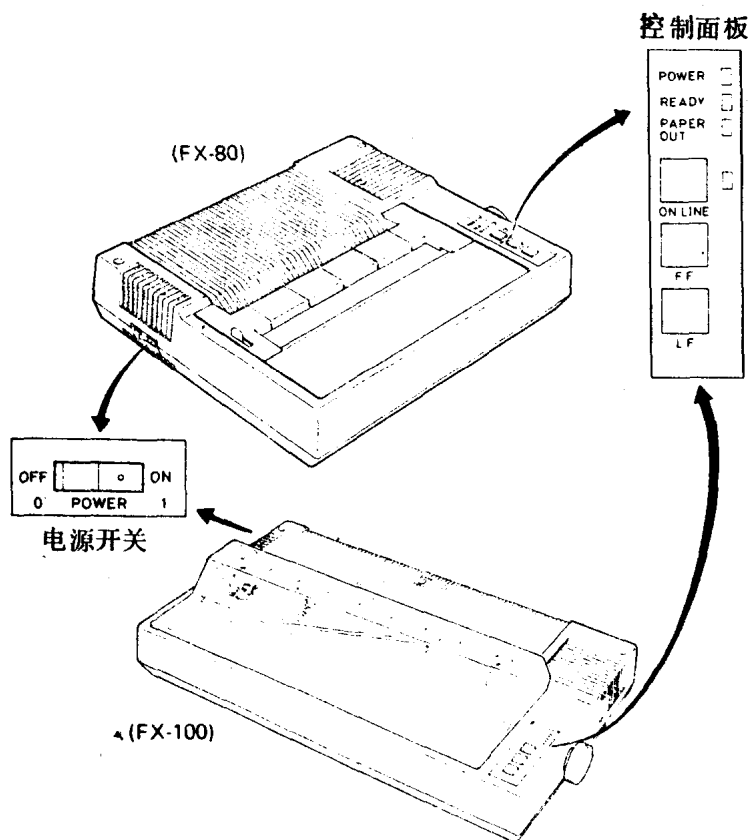

图2-2 开关和控制面板指示器
在控制板上有三个开关、四个指示器,如图2-2所示和一个电源开关(在打印机壳的左面)。在本节中,为了让使用者熟悉打印机,详述了面板操作步骤。
1.2.1 开关 (参看图2-2)
1.2.2 指示器 (参见图 2-2)